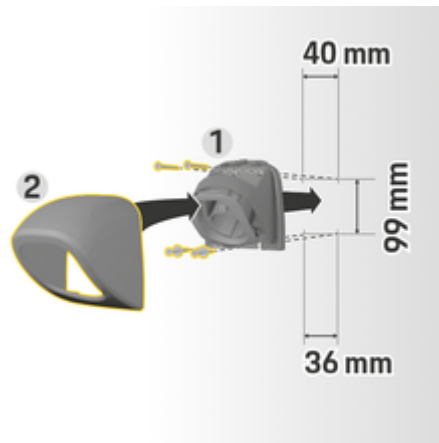

Рис. 154 Размеры под отверстия
1. Извлеките крепление соединителя 1 (Рис. 154) из кожуха 2 (Рис. 154).
4. Привинтите крепление для штекера 1 (Рис. 154) к стене.
5. Наденьте кожух 2 (Рис. 154) на крепление соединителя снизу (Рис. 154) и прижмите его сверху.